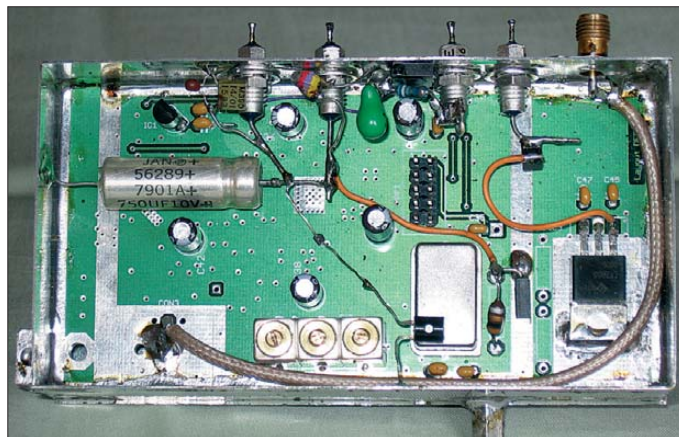

Bild 4: Lokaloszillator (LO) auf Basis eines FA-NWT
Der 1. Mischer (SAY 1) ist ein Hochpegelmischer (High Level Mixer). Der Abstimmoszillator (LO) ist realisiert durch den DDS-Teil des FA-Netzwerktesters (Bild 4). Die digitale Ansteuerung erfolgt über den Pfostenstecker. Alle Vorsor-